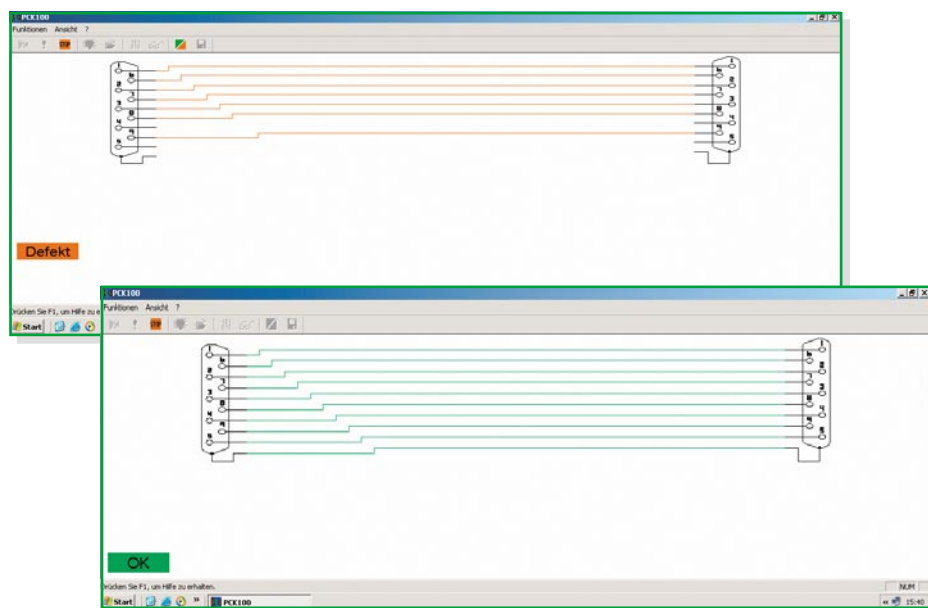

Bild 3: Die Vergleichsfunktion deckt Unterschiede zwischen den verglichenen Kabeln auf.
2. Sind 2 oder mehr Kabel miteinander zu vergleichen, klickt man auf das Symbol oder den Menüeintrag „Lernen“. Wiederrum erscheint das Dialogfeld zur Auswahl des Adapters und der Buchsen/Stecker. Ein Klick auf den Button „Lernen“ lässt das Dialogfeld verschwinden und zeigt das Referenzkabel auf dem Bildschirm an. Nun kann das nächste Kabel angeschlossen, mit einem Klick auf „Vergleichen“ getestet und so mit dem Referenzkabel verglichen werden. Sollten beide Kabel identisch sein, sind die Verbindungen in Grün, bei Unterschieden in Rot dargestellt. Um das fehlerhafte Kabel mit dem Referenzkabel zu vergleichen, kann man das „Ansicht wechseln“-Symbol benutzen. Durch einen Klick auf dieses Symbol schaltet das Programm zwischen der Darstellung des getesteten und des Referenzkabels um. Das defekte Kabel wird dabei weiterhin in roter Farbe und das Referenzkabel in grüner Farbe angezeigt. Dies ermöglicht einen relativ einfachen Vergleich zwischen den beiden Kabeln (Abbildung 3).